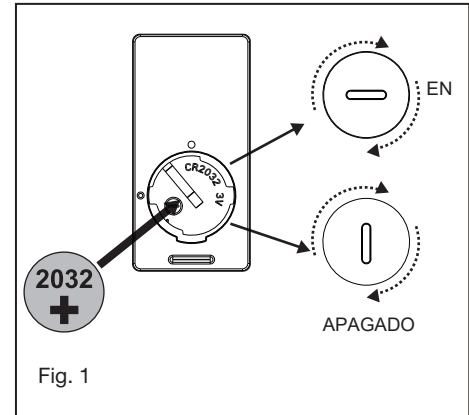

Fig. 1
1. Inserte el receptor en el soporte de montaje del techo con el lado plano del receptor hacia el techo. (Fig. 1) Para obtener el mejor rendimiento, asegúrese de que la antena negra y la antena WIFI, en el extremo del receptor, permanezcan extendidas y sin enredarse con ninguno de los cables eléctricos.
- 1 Retire uno de los tres tornillos del cubo de montaje ubicado en el motor del ventilador. Afloje los otros 2 tornillos. (No quitar) (Fig. 1)
Retire el panel del transmisor y luego instale una batería 2032 (incluida). Necesita usar una moneda para abrir o cerrar la tapa de la batería. Para evitar daños al transmisor, extraiga la batería si no la va a utilizar durante largos períodos de tiempo (Fig. 1)